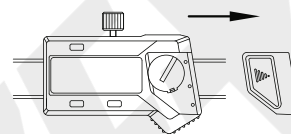

Fig.1
- Remova a tampa da bateria (Fig.1)